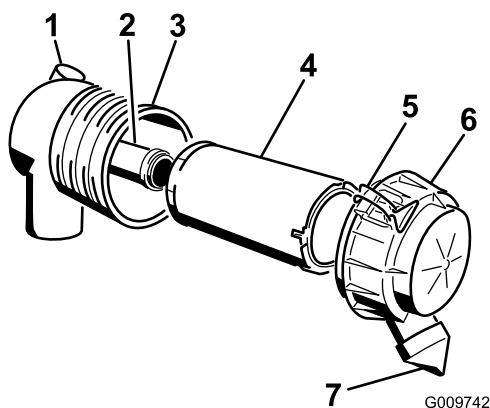

Figure 30
Important: Faites l'entretien du filtre à air uniquement quand l'indicateur de colmatage est rouge (Figure 30). Changer le filtre à air prématurément ne fait qu'accroître le risque de contamination du moteur par des impuretés quand le filtre est déposé.
4. Ouvrez les verrous du filtre à air et séparez le couvercle du corps du filtre (Figure 30).
1. Sortez l'élément principal du corps du filtre avec précaution (Figure 30). Évitez de cogner l'élément à l'intérieur du corps.
4. Si vous remplacez l'élément filtrant de sécurité, insérez-le avec précaution dans le corps du filtre (Figure 30).
5. Placez ensuite l'élément principal sur l'élément de sécurité avec le même soin (Figure 30). Assurez-vous qu'il est bien engagé en appuyant sur le rebord extérieur.
6. Reposez le couvercle du filtre à air, le côté portant l'inscription "UP" en haut, et fermez les dispositifs de verrouillage (Figure 30).